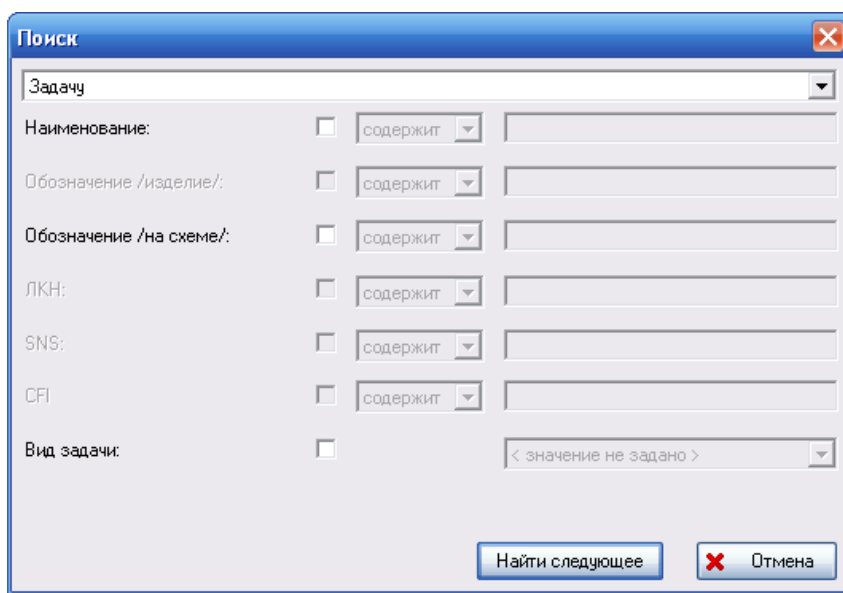

Рис. 2-2
2. Нажмите на кнопку **Найти**  на панели инструментов. В результате появится диалоговое окно **Поиск**, представленное на рис. 2-2.